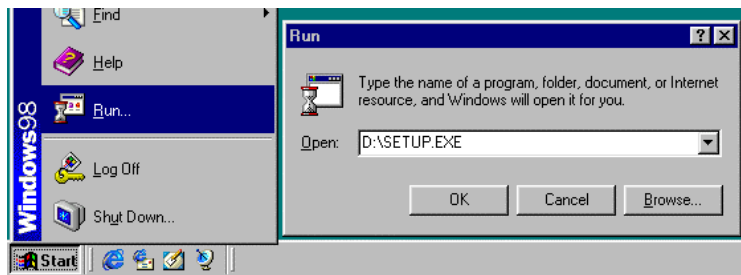

Figure 15 : lancement de l'installation
3. Cliquez sur 'Start' (Démarrer) et sélectionnez 'Run' (Exécuter) (Figure 15).